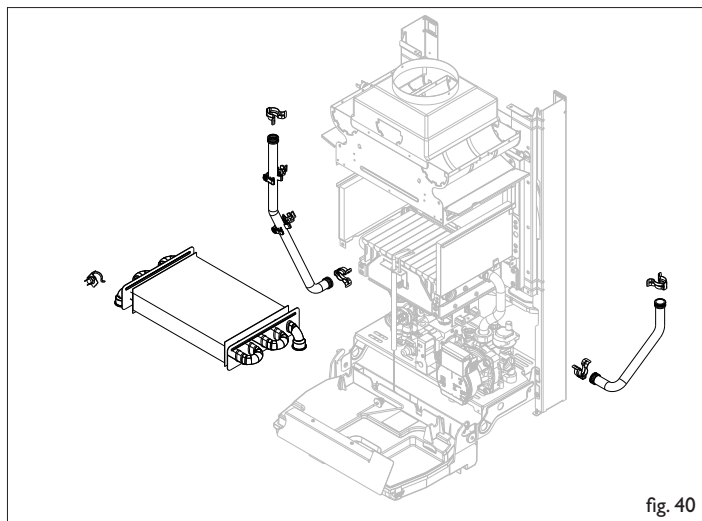

fig. 40
- Smontare i tubi di collegamento dello scambiatore primario rimuovendo le apposite clip di fissaggio (fig. 40)